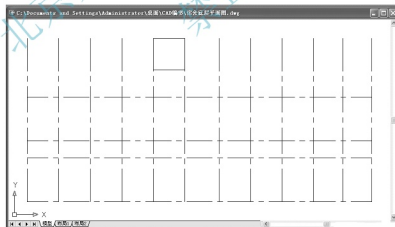

图 2.31 修剪 6 轴线右侧的 E、F 轴线
(2) 用同样的方法，以 6 轴线为边界将 E、F 轴线位于 6 轴线右边的部分剪掉，结果如图 2.31 所示。